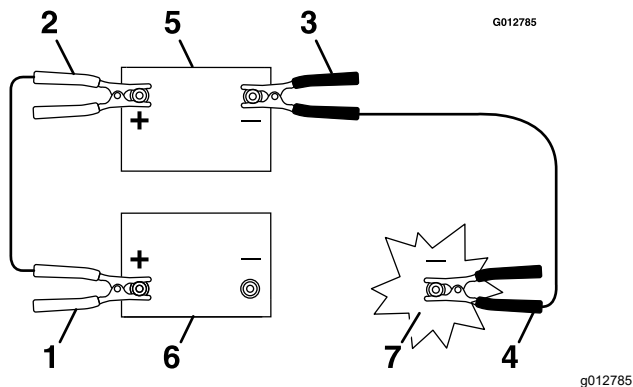

Figura 29
- Conecte el cable positivo (+) al borne positivo (+) de la batería descargada que está conectado al motor de arranque o al solenoide, según se indica en Figura 29.